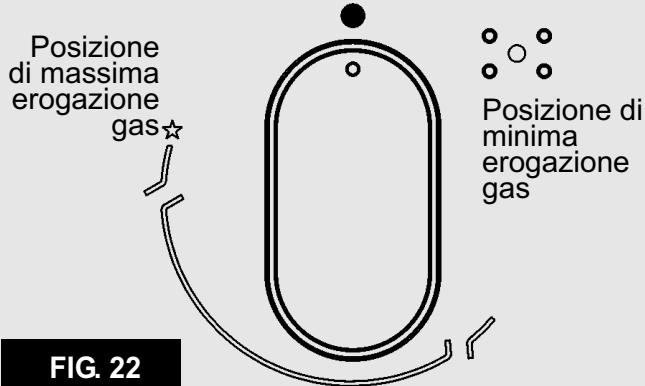

FIG. 22
Premere e ruotare in senso antiorario la manopola corrispondente al bruciatore da usarsi, portarla sulla posizione di "Massimo" (fiamma grande fig. 22) quindi premere la manopola a fondo.
- Quando si è giunti all'ebollizione portare la manopola in posizione di "Minimo" (fiamma piccola fig. 22).
- *l'accensione dei bruciatori con termocoppie di sicurezza può avvenire solamente quando la manopola è sulla posizione di Massimo (fig. 22).*